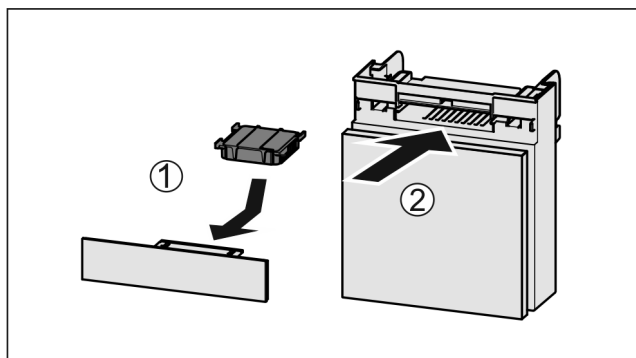

Fig. 81
- Sätt in Fig. 81 (1) aktivtkolfiltret enligt bilden.
- Skjut in Fig. 81 (2) lådan.